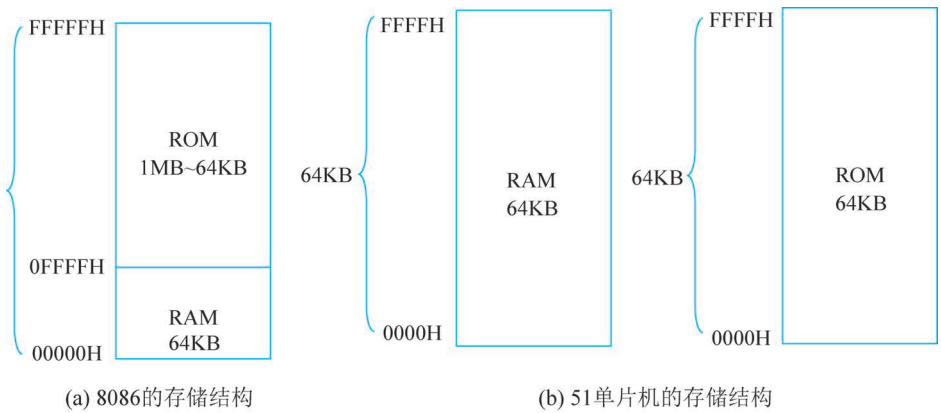

图 3.2 统一编址和分开编址
(1) 统一编址: ROM 和 RAM 共用一个存储器逻辑空间,实行统一编址。比如对 8086 计算机系统而言,总共有 20 根地址线,那么 8086 的 CPU 总共能访问  $2^{20}$ B(1MB)的地址空间,此时,ROM 和 RAM 一起共同占用 1MB。如果 RAM 占用 64KB 的地址空间,那么 ROM 只能占用剩下的 1MB 减去 64KB 的地址空间,如图 3.2(a)所示。
(2) 分开编址: ROM 和 RAM 分为两个独立存储器逻辑空间,分开编址。比如对 51 单片机系统而言,总共有 16 根地址线,那么 51 单片机 CPU 总共能访问  $2^{16}$ B(64KB)的地址空间,此时,ROM 和 RAM 分别拥有 64KB,如图 3.2(b)所示。